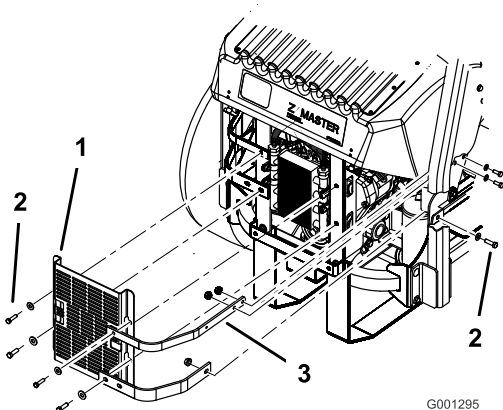

Figura 66
3. Togliete i quattro bulloni che fissano lo schermo del radiatore dell'olio al telaio posteriore, (Figura 66).
4. Togliete i tre bulloni che fissano le cinghie del motore alla fiancata della macchina (Figura 66).
12. Montate lo schermo del radiatore dell'olio e le cinghie del motore sul telaio posteriore, con i 4 bulloni precedentemente rimossi (Figura 66).
13. Montate le cinghie del motore sulla fiancata della macchina (Figura 66).